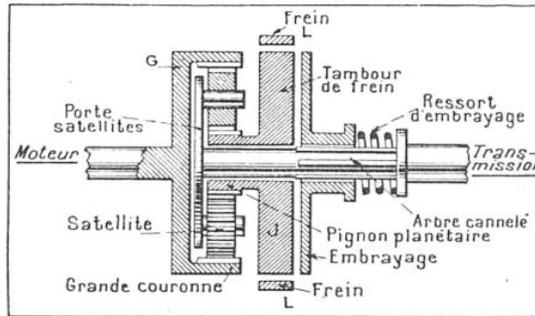

FIG. 5. — SCHEMA D'UN DÉMULTIPLICATEUR A PIGNONS PLANÉTAIRES
*Ce changement de vitesse est composé de quatre démultiplicateurs planétaires fonctionnant à peu près comme celui qui est représenté par la figure 5 : les embrayages et les freins extérieurs peuvent immobiliser les différents tambours, réalisant ainsi quatre combinaisons de marche avant, dont une en prise directe, et une de marche arrière.*
Ce changement de vitesse comporte deux trains planétaires démultiplicateurs semblables, en principe, à celui qui est représenté par la figure 5 : deux servo-moteurs à huile N et Q commandent respectivement l'embrayage et le frein du premier et du deuxième démultiplicateurs. (Pour le premier : G, grande couronne; H, porte-satellites; I, pignon planétaire; J, tambour; K, embrayage; L, frein. — Pour le deuxième : même disposition avec O, frein; P, embrayage.) La boîte comporte donc quatre combinaisons de vitesse de marche avant. Un inverseur de marche placé à l'entrée de la boîte permet de réaliser la marche arrière (B, pignon fixe; C, pignon baladeur; E, trains de pignons). Les servo-moteurs sont commandés : l'un (le servo-moteur Q), par un levier à main; l'autre (le servo-moteur N), par un régulateur centrifuge qui agit automatiquement. F, pompe à huile commandée par le moteur; W, pignon de commande de la pompe à huile entraînée par la voiture.